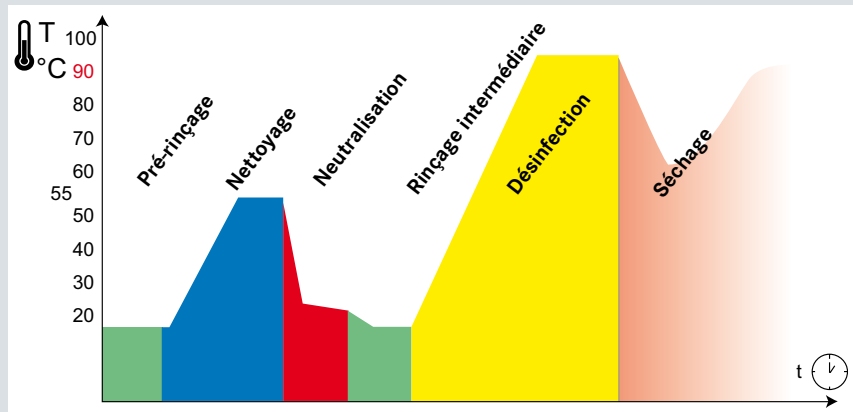

Fig. 1 Diagramme de la séquence du programme Vario TD.
* Si le laveur-désinfecteur Miele n'est pas disponible, respecter les paramètres de la séquence du programme Vario TD (voir fig. 1)
2. Démarrer le programme Vario TD (pour la séquence du programme, voir figure 1) incluant la désinfection thermique.